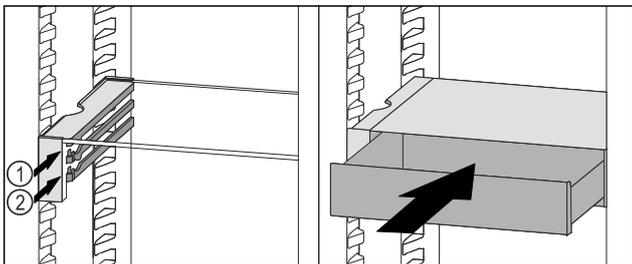

Fig. 82
- ▶ Coloque el cajón VarioSafe en la nervadura deseada Fig. 82 (1) o Fig. 82 (2) detrás de los topes.